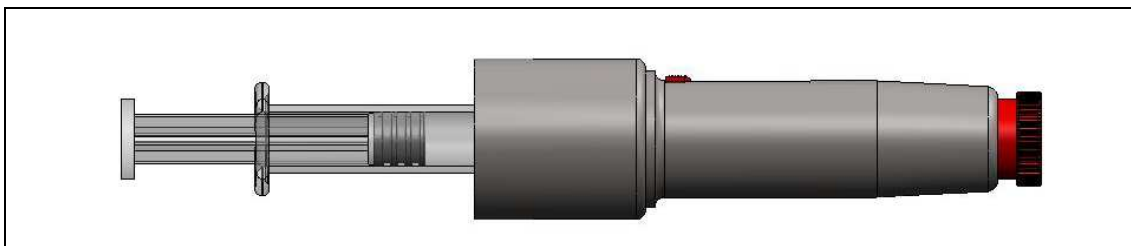

Fig. 3
3. Introducir la jeringa dentro del autoinyector con el capuchón protector, dentro de la cámara contenedora como se ve en la Fig. 3 La jeringa debe contener la dosis de medicamento tal como fue prescrita por el médico. La extracción del medicamento del vial deberá efectuarse como indica el medicamento y la jeringa en su manual de instrucciones.